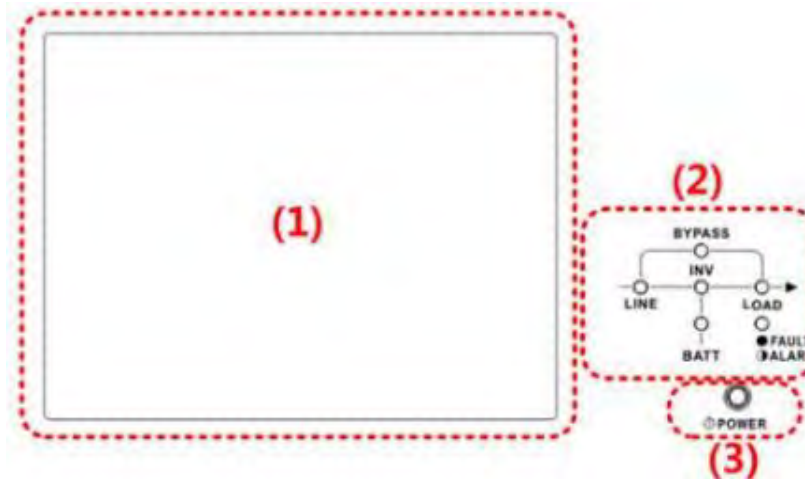

Figure 3–1 panneau de commande
L'écran tactile et le panneau de commande se trouvent sur la face avant de l'onduleur. Cette interface permet de contrôler les mesures, les paramètres, l'état de l'onduleur, l'état de la batterie et les alarmes. L'interface de contrôle est divisée en quatre sections : (1) Écran LCD, (2) Voyants lumineux, (3) Bouton de mise en marche, (4) Alarme sonore, comme illustré à la Figure 3–1.